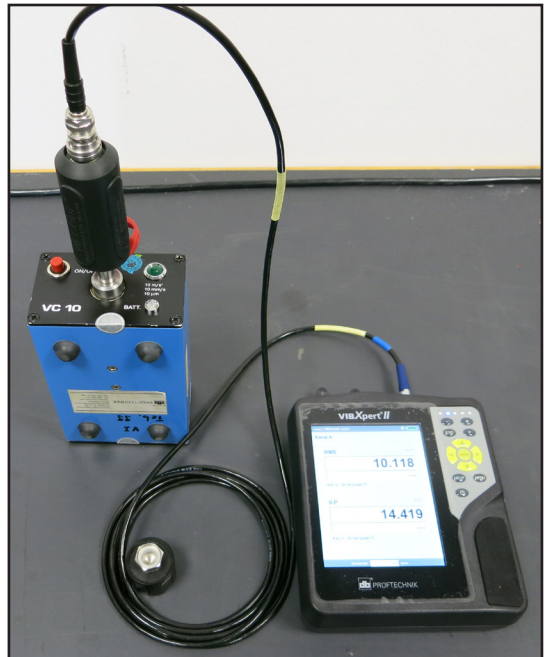

Abb. 3: Messaufbau, Schwingungssensor
- Stecken Sie VIBCODE-Sensor auf den VIBCODE-Messpunkt (Abb. 3).